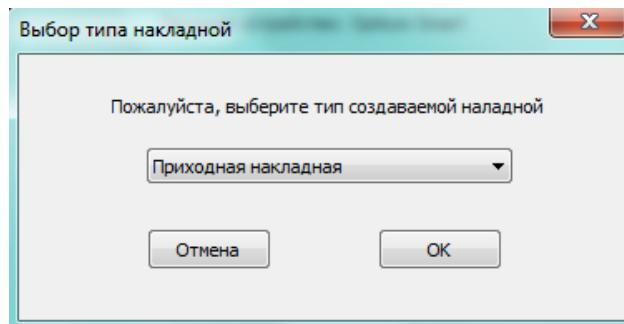

Рис. 453
4. В открывшемся окне (см. Рис. 453) необходимо выбрать тип накладной и нажать клавишу [OK].